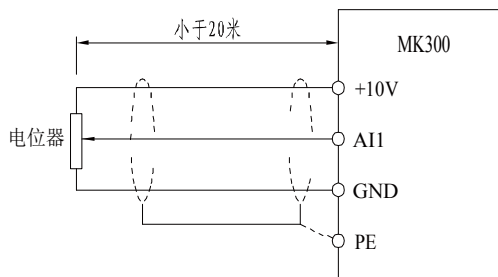
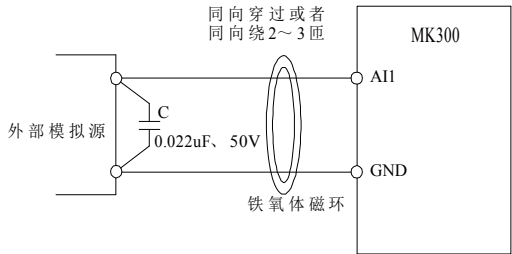

图 3-13 模拟量输入端子接线示意图
图 3-14 模拟量输入端子处理接线图
a) 模拟输入端子：因微弱的模拟电压信号特别容易受到外部干扰，所以一般需要用屏蔽电缆，而且配线距离尽量短，不要超过 20m，如图 3-13。在某些模拟信号受到严重干扰的场合，模拟信号源侧需加滤波电容器或铁氧体磁芯，如图 3-14。